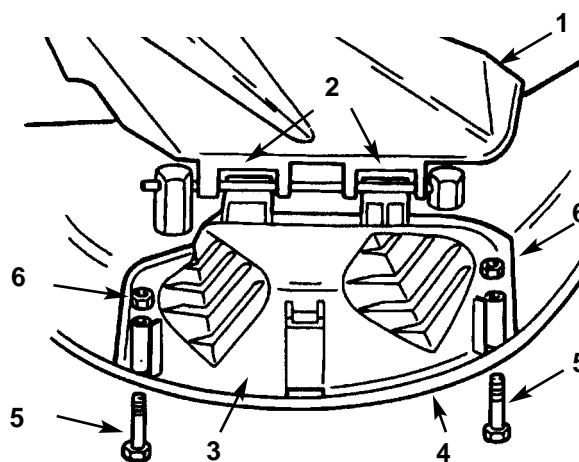

Figure 13
1. Soulever le déflecteur d'herbe et engager les languettes en haut du bouclier de protection sous la tige de retenue du déflecteur. Rabattre le bouclier sur l'ouverture et sur le rebord inférieur de la tondeuse (Fig. 13).
2. Fixer le bouclier sur le rebord de la tondeuse au moyen des boulons et écrous (Fig. 13).